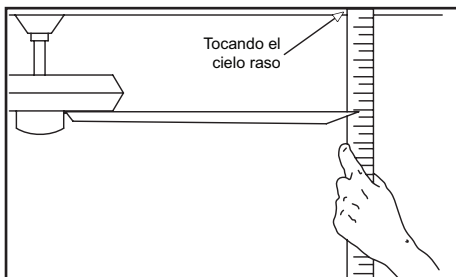

Figura 14
2. La mayoría de los problemas de oscilación del ventilador se deben a que las aspas no están al mismo nivel. Verifica este nivel seleccionando un punto en el techo sobre la punta de una de las aspas. Mide desde un punto en el centro de cada aspa al punto en techo. Mide esta distancia como muestra la Figura 14. Gira el ventilador hasta que la siguiente aspa quede en posición para medir. Repite el procedimiento para cada aspa. Las desviaciones de la medición no deben pasar de $1/8''$ (3.2 mm). Enciende el ventilador por 10 minutos.